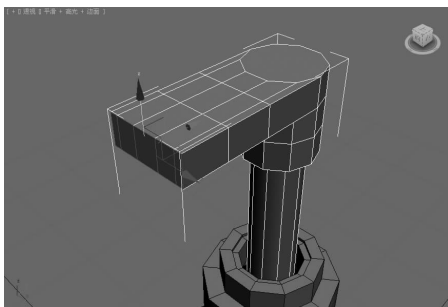

图 5-101 继续挤出多边形 ▲
(8)再次执行“挤出”命令,得到如图 5-101 所示的效果。